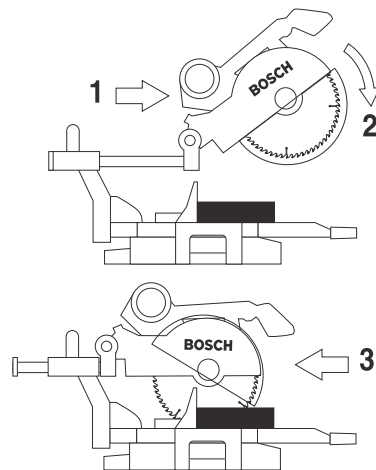

Figura 31. Corte deslizante
3. Agarre el mango con interruptor y tire del ensamblaje del cabezal alejándolo del tope-guía hasta que la hoja no toque la pieza de trabajo o hasta su extensión máxima si la hoja no puede dejar de tocar la pieza de trabajo (Figura 31).